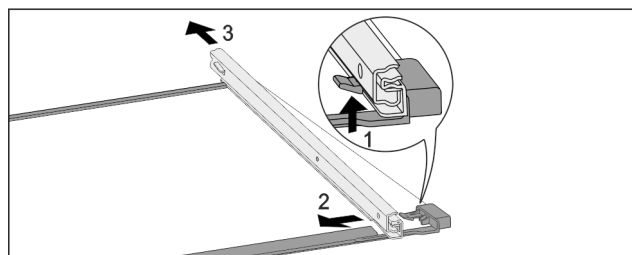

Fig. 191 Sklenená doska s koľajničkami
- Potlačte predný západkový hák nahor. Fig. 191 (1)
- Odsuňte vyťahovaciu koľajničku do strany Fig. 191 (2) a dozadu Fig. 191 (3).